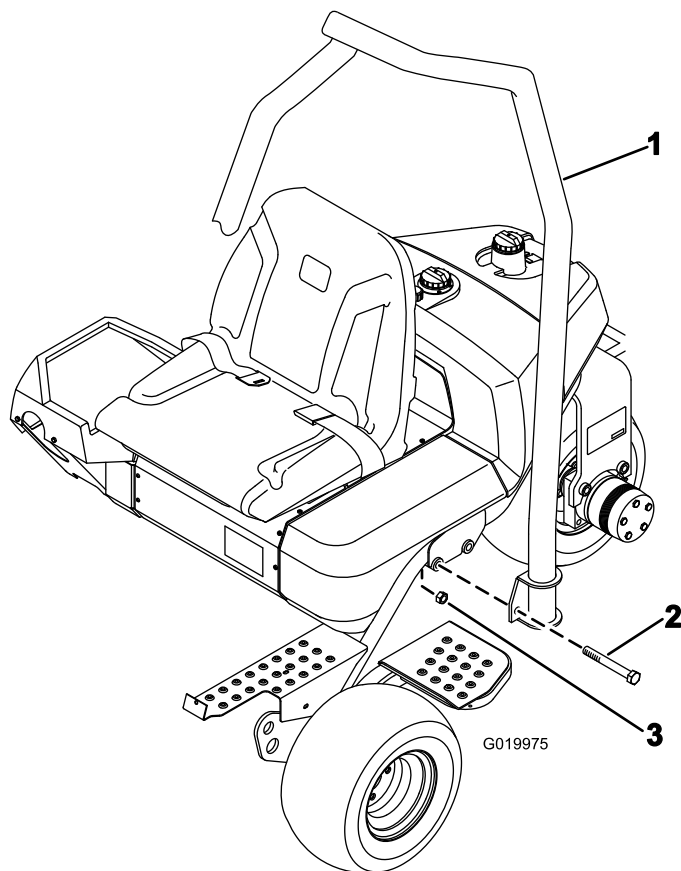

图7
- 调整 ROPS 的位置使钢管的顶部弯向机器前面图7。
- 将 ROPS 放低到机架上使其与安装孔对齐图7。
- 如图7所示用 2 个螺栓 $\frac{5}{8}$ x 4 $\frac{1}{2}$ 英寸和锁紧螺母将 ROPS 的两侧固定到机架上。上紧扭矩至 183223N·m。